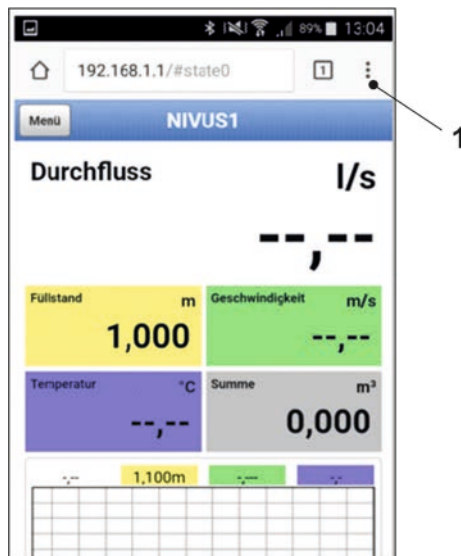
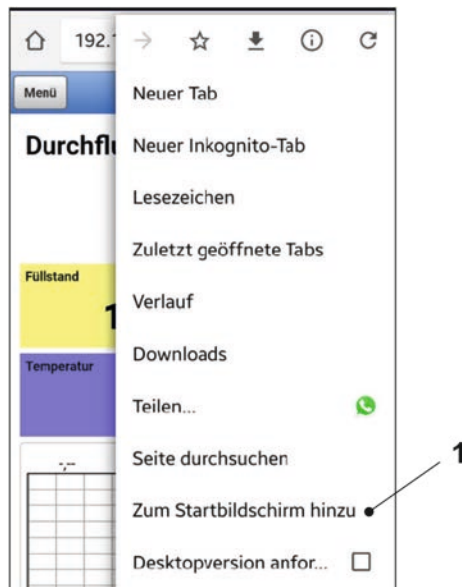

Abb. 31-6 Anzeige NFM-Display im Browser
Abb. 31-7 Zum Startbildschirm hinzu
Nach erfolgreicher Verbindung erscheint das Display des NivuFlow Mobile (Abb. 31-6).
8. Zum Einrichten eines Links auf dem „Home-Bildschirm“ (für einen direkten Zugang) das Symbol für weitere Tabs (Abb. 31-6 Pos. 1) und Einstellungen antippen und „Zum Startbildschirm hinzu“ (Abb. 31-7 Pos. 1) auswählen.